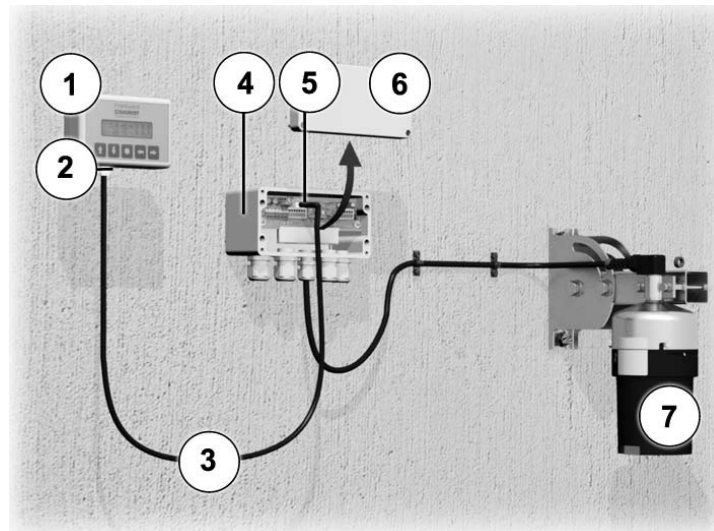

Abbildung 13: Verwenden Handbedienungseinheit SIPORT-C
1. Abdeckung(3) von Anschlussbox(1) entfernen.	→ Abbildung 13
2. Handbedienungseinheit(4) mit Verbindungskabel(6) an Anschlussbox(1) bei Position(2) einstecken.
3. Anzeige auf Handbedienungseinheit(4) erscheint im Normalbetrieb.